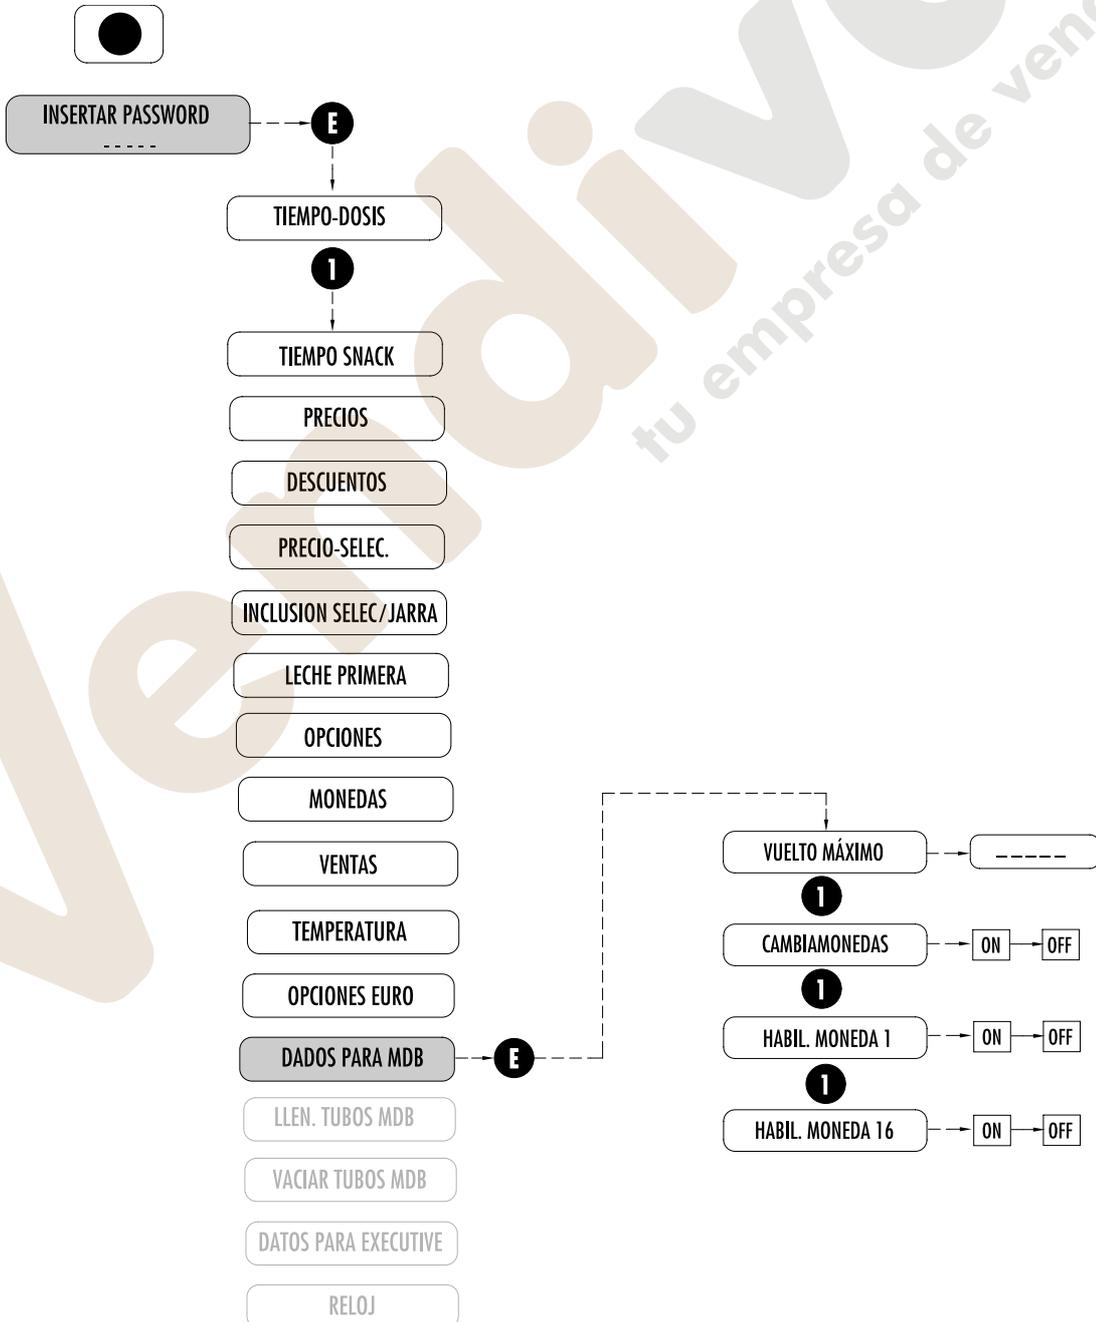

Fig. 7.16
**7.2.13 DADOS PARA MDB (Fig. 7.16)**